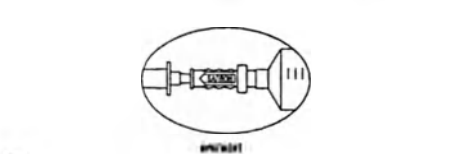

Рис. 4
15. Осторожно извлеките экстракорпоральную трубку, Y-образное крепление и баллонный катетер с T-образной ручкой из лотка. (Не отсоединяйте одноканальный клапан при извлечении экстракорпоральной трубки из лотка.) (См. рис. 4.)